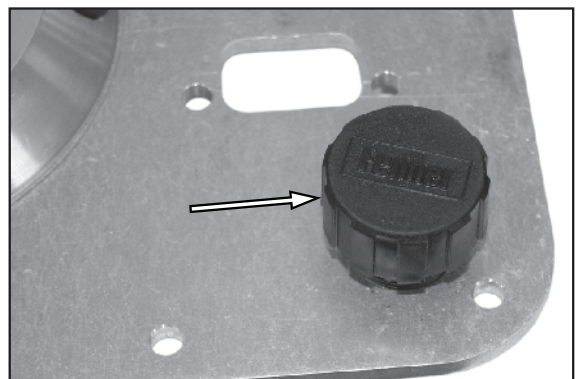

Figura 7.
3. Vedere la Figura 7. Rimuovere il tappo dell'apertura di rabbocco e installare un imbuto con filtro pulito.